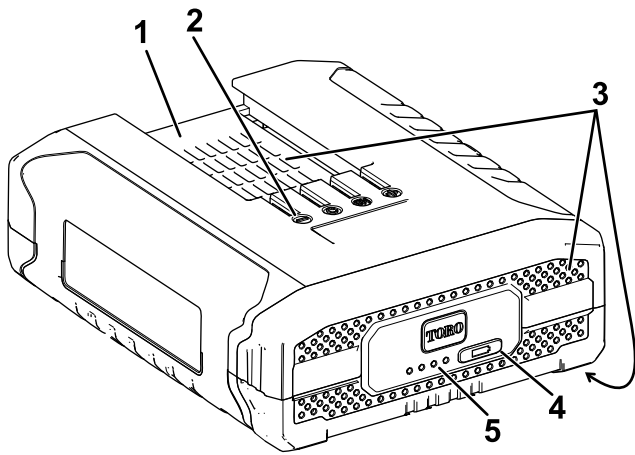

Bild 7
- Fluchten Sie das Loch im Akkupack (Bild 7) mit der Zunge am Ladegerät aus.